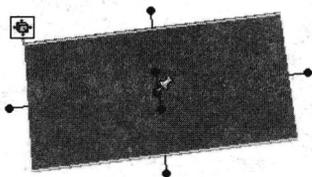
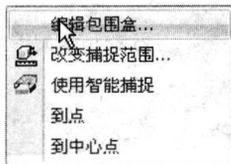

图 1-8 包围盒及其手柄
图 1-9 选择“编辑包围盒”选项
**Step6** 选定厚板，如图 1-8 所示，在厚板上显示包围盒及其手柄；右击包围盒的任意一个手柄，在弹出的快捷菜单中选择“编辑包围盒”选项，如图 1-9 所示（该快捷菜单中各